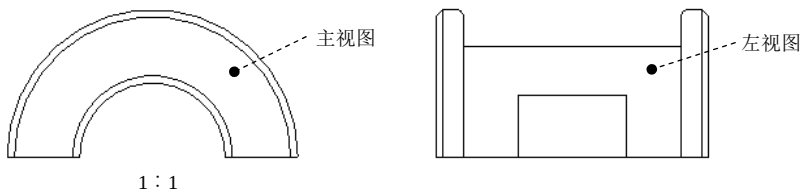

图 3.12.20 左视图
Step3. 双击左视图，选取 **类别** 区域中的 **视图显示** 选项，在 **显示样式** 下拉列表中选择 **消隐** 选项，在 **相切边显示样式** 下拉列表中选择 **无** 选项，其他参数采用系统默认设置值，单击 **确定** 按钮，此时左视图如图 3.12.20 所示。